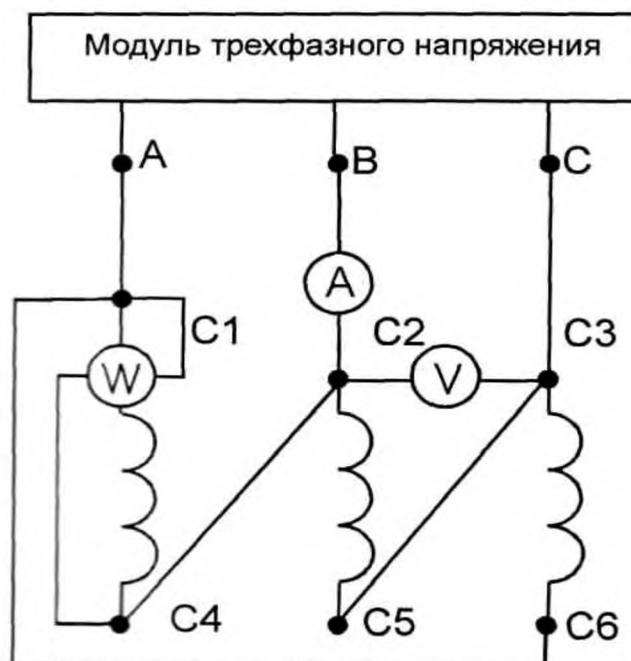

Рис. 2.2.1
3.2. Пробный пуск двигателя. Собрать электрическую схему для пробного пуска двигателя на холостом ходу (рис. 2.2.1). При сборке схемы использовать стрелочный амперметр с пределом измерения 1 А модуля амперметров переменного тока и стрелочный вольтметр с пределом измерения 250 В. Обратит внимание при этом на схему соединения обмоток двигателя (треугольник).